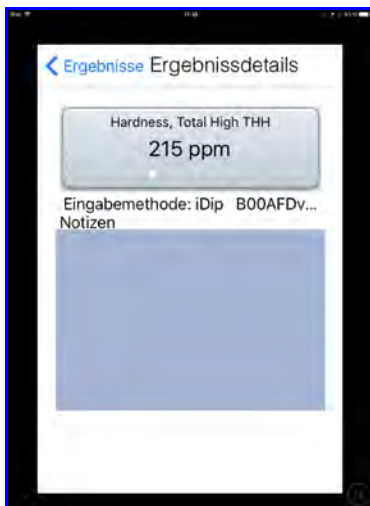

Abb. 5. iDip-Notizeneingabe.
- Notizen zufügen: auf passendes Messresultat tippen → unter dem entsprechenden Messresultat (z.B. Hardness, Total High THH 215 ppm) in die Notizenbox den Eintrag eintippen (Abb. 5) → Ergebnisse antippen, um zu den Ergebnissen zurück zu kehren
- einziger Unterschied: es müssen Teststäbchen THL verwendet werden (Teststreifen Total Low (as CaCO₃) THL - Total Hardness Low Range, 1-80 ppm, Art.Nr. 486630 [Info], Abb. 5)